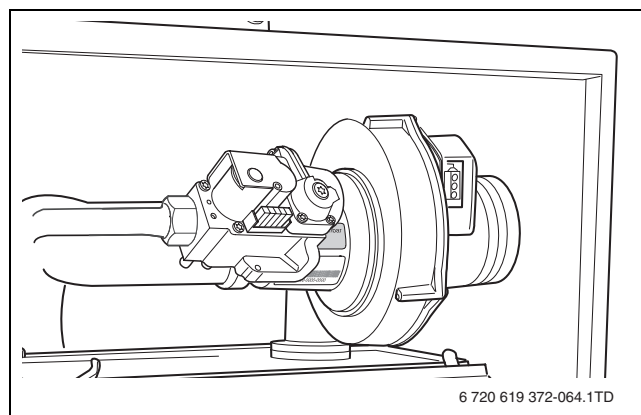

Fig. 66 Verificare il tipo di gas erogato
- ▶ Verificare se il tipo di gas erogato è identico a quanto riportato sull'adesivo „Tipo di gas“ (→ fig. 66).